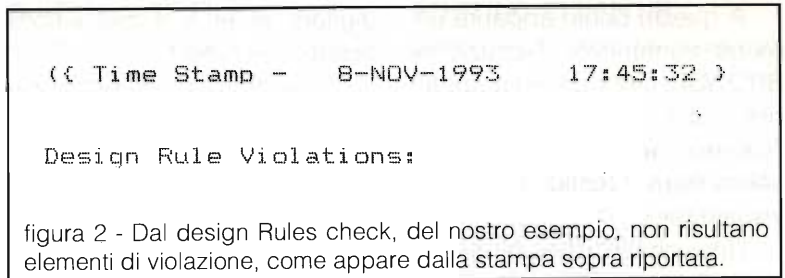

figura 2 - Dal design Rules check, del nostro esempio, non risultano elementi di violazione, come appare dalla stampa sopra riportata.
**N.B.** Nell'esempio da noi proposto facendo questo controllo non risultano elementi di violazione delle specifiche previste! (figura 2).